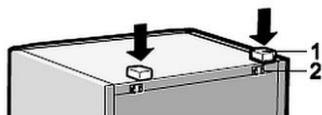

Fig. 2
5. Estrarre dal sacchetto (in dotazione) i due distanziali (1).
6. Inserire i due distanziali (1) nelle guide (2) nella parte superiore del pannello posteriore (fig. 2).